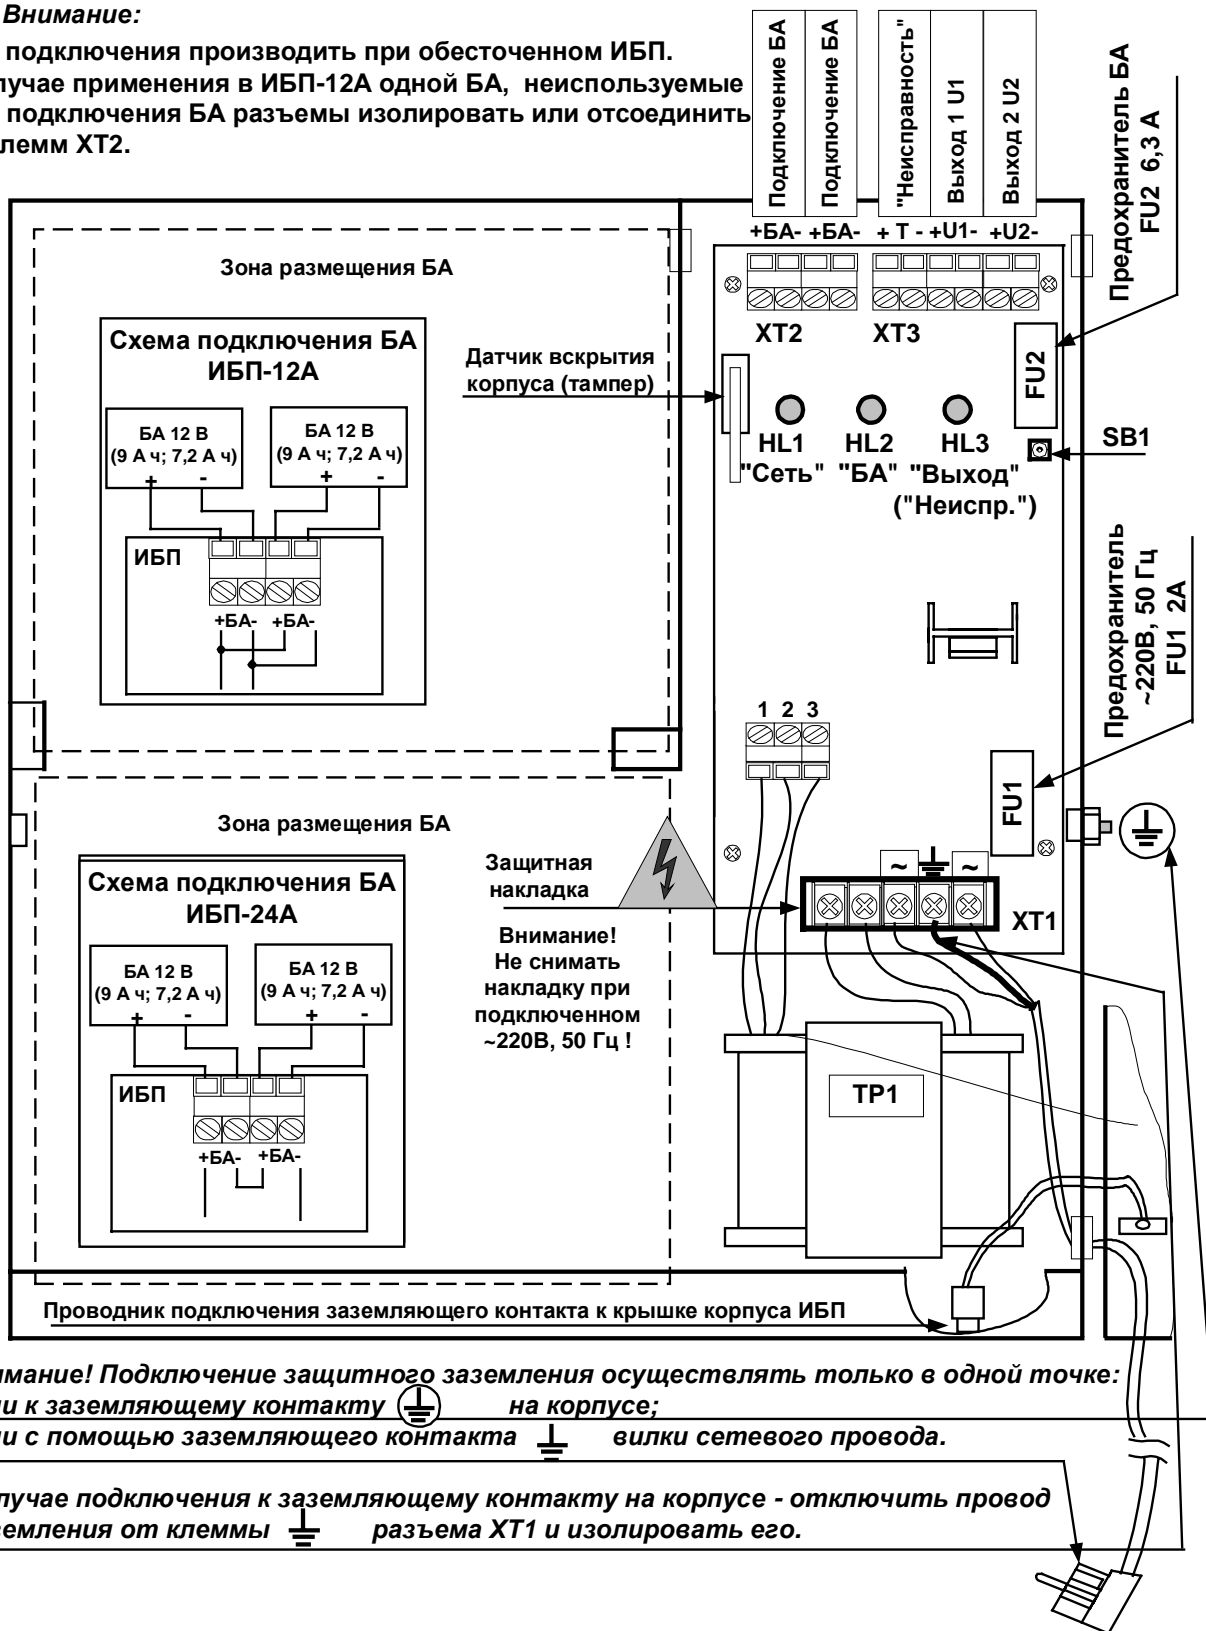
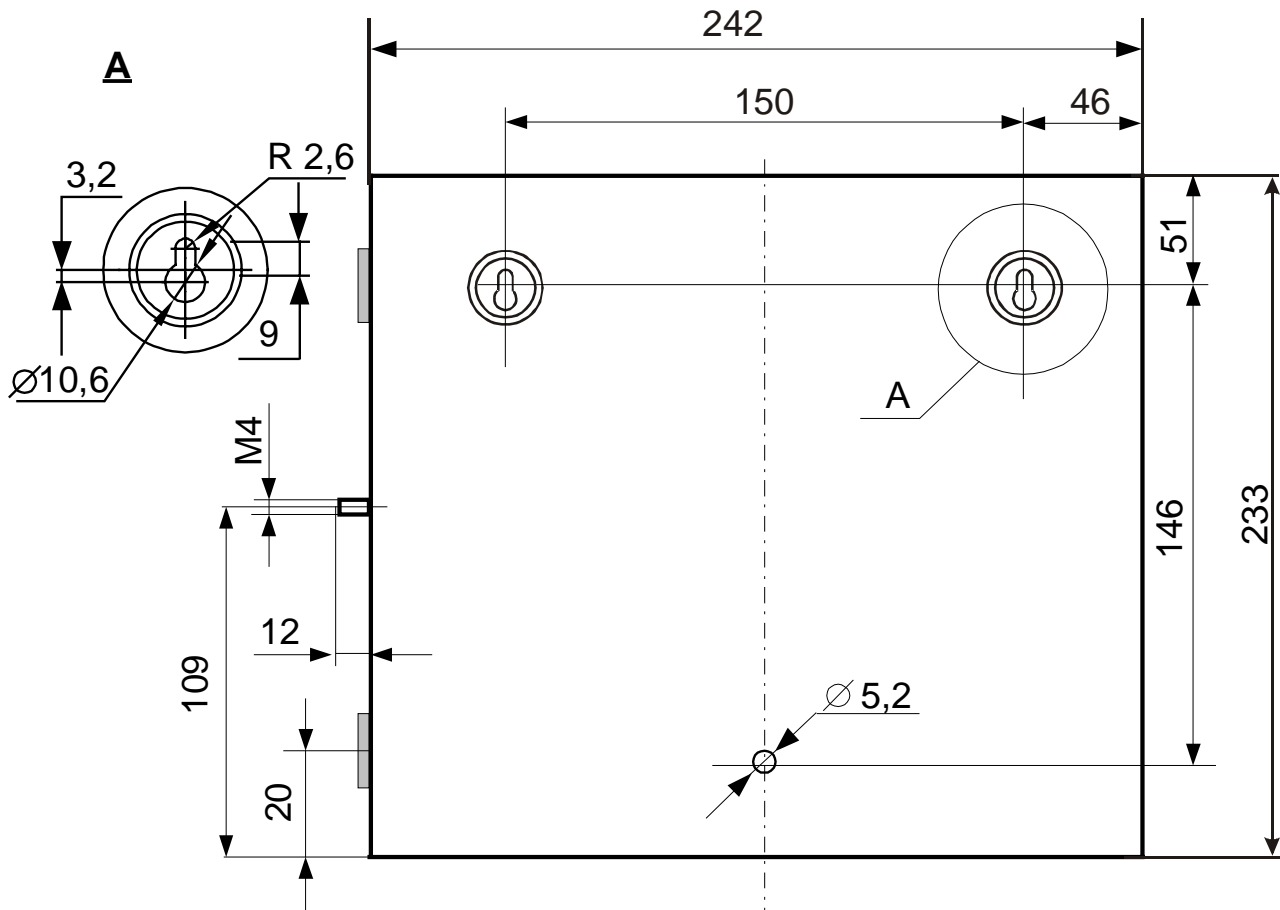

Рис. 2 Внешний вид ИБП со снятой крышкой
Рис. 7 Присоединительные размеры ИБП 12А / ИБП-24А
Внешний вид ИБП со снятой крышкой показан на Рис. 2. Корпус блока имеет на боковых сторонах вентиляционные отверстия для отвода тепла. Внешний вид ИБП с задней стороны с размерами для крепления показан на Рис. 7. На правой боковой поверхности корпуса имеются два отверстия диаметром 8 мм, через одно из которых пропускается кабель подключения сети «220 В», а через другое – провода линий выходного напряжения и сигнала «Исправность». Совместное подключение проводов через одно и то же отверстие не допускается. Для заземления корпуса предназначен винт М4, расположенный с правой стороны за винтом крепления крышки корпуса на расстоянии 15 мм от задней поверхности.
Провода подключаются к клеммам присоединительной колодки в соответствии со схемой подключения разъемов ХТ1, ХТ2 и ХТ3 (Рис. 2).
6.4.1 На месте установки ИБП крепится к стене или другим конструкциям в вертикальном положении. При установке необходимо следить за тем, чтобы не были закрыты вентиляционные отверстия по бокам другими устройствами или блоками. Присоединительные размеры ИБП приведены на Рис. 7.
6.4.6 Корпус ИБП должен быть обязательно **заземлен!** Подключение заземления ИБП производится медным проводом сечением не менее 1,5 мм² к винту на правой стороне корпуса или с помощью сетевой вилки с заземляющим контактом, вывод от которого присоединен к клемме заземления Рис. 2. В случае подключения заземления к винту корпуса – отключить провод заземления от клеммы \perp на разъеме XT1 и изолировать его.